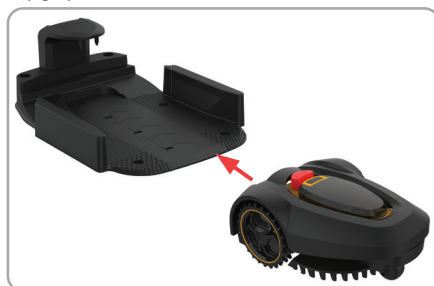

Fig.5
- Pozitionati robotul de tuns in statia de incarcare chiar daca robotul este preincarcata din fabrica (fig.5).